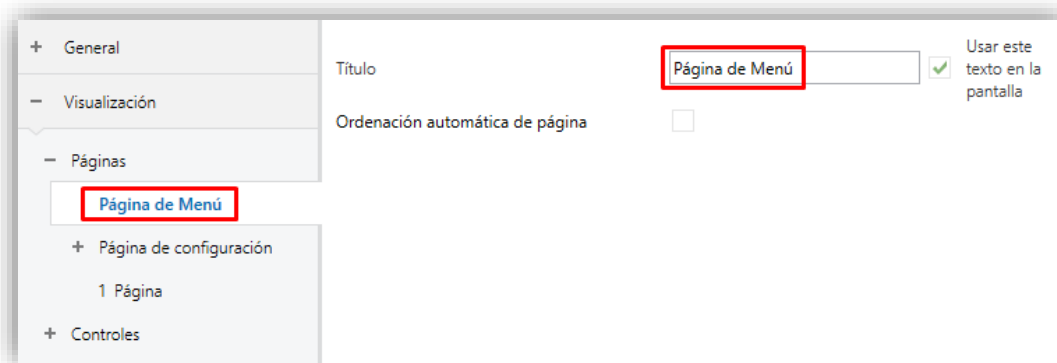

Figura 52. Menú
- **Título:** campo de texto que permite identificar la página de Menú. Además, este campo permitirá cambiar el nombre de la pestaña en el menú de la izquierda de ETS, tal y como se muestra en la Figura 52.